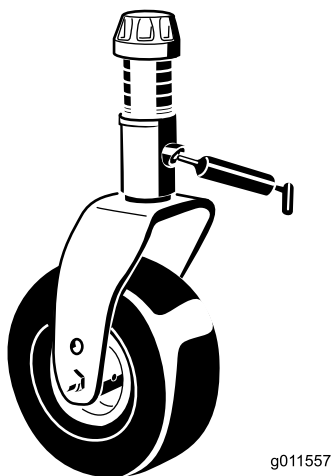

図 18
- キャスタ・フォークのシャフトのブッシュ2ヶ所(図 18)